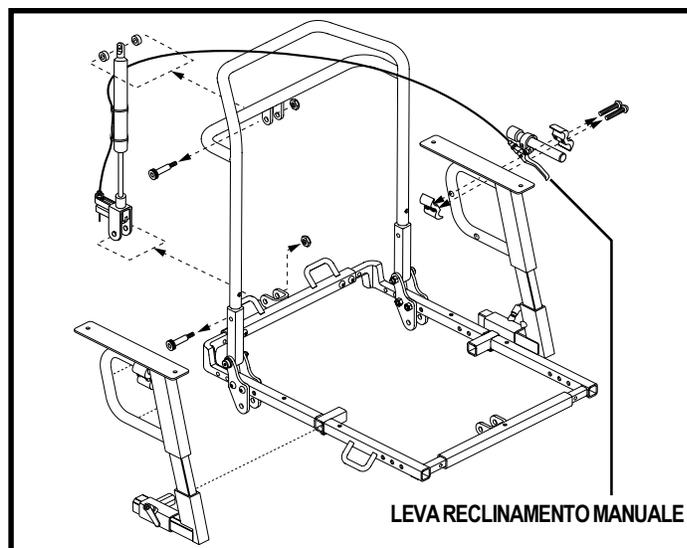

Figura 13. Regolazione manuale del reclinamento del sedile
1. Con la schiena appoggiata con forza allo schienale, schiacciare la leva manuale apposta montata sul bracciolo. Vedere figura 13.